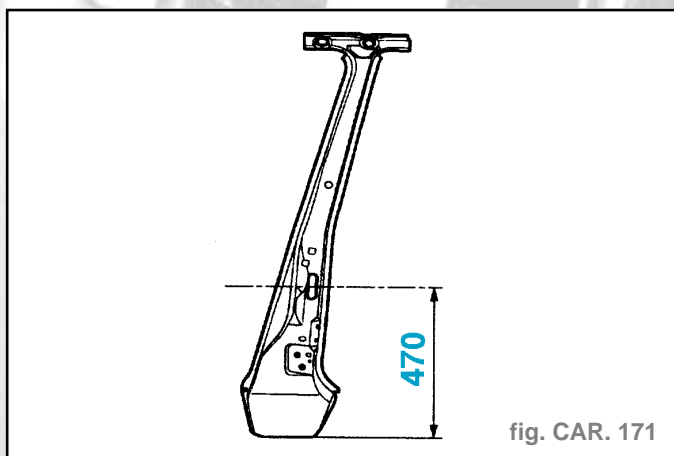

fig. CAR. 171
- Coupe définitive (fig. CAR. 171).